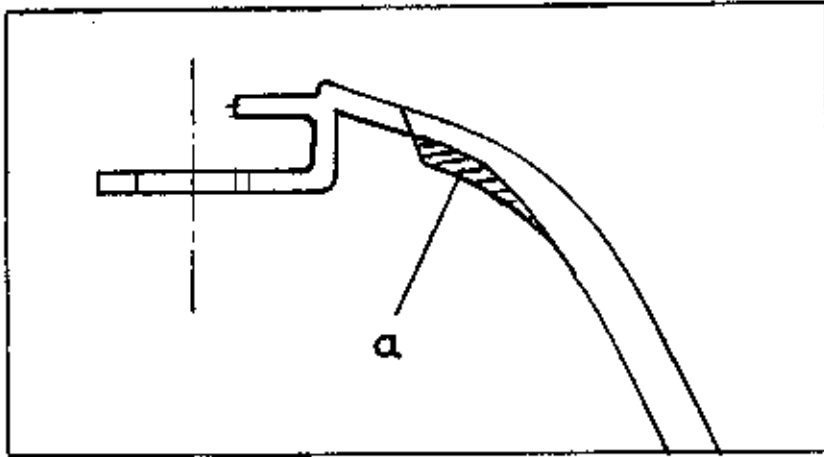

Bild 5
- o Stirnseitigen Umbug auslaufend auf Materialstärke der Seitenwand abfräsen (Bild 5, schraffierter Bereich a)